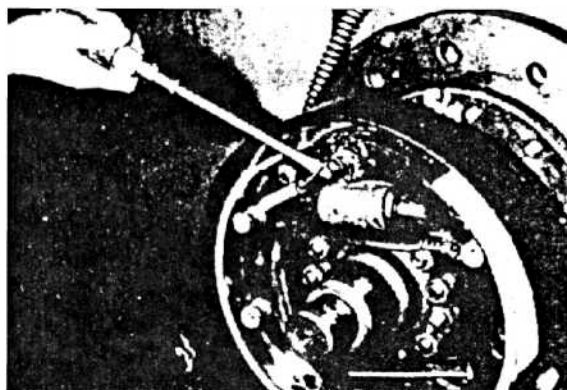

Рис. 8-10
(2) Снимите возвратные пружины с двух тормозных колодок (рис. 8-10).